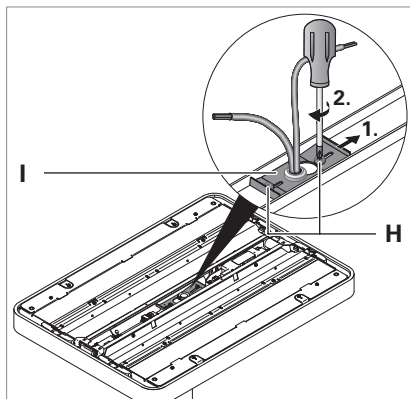

Fig. 9: Fissaggio della testa dell'apparecchio d'illuminazione.
- Allentare le due viti H della piastra di supporto I, vedi Fig. 9.